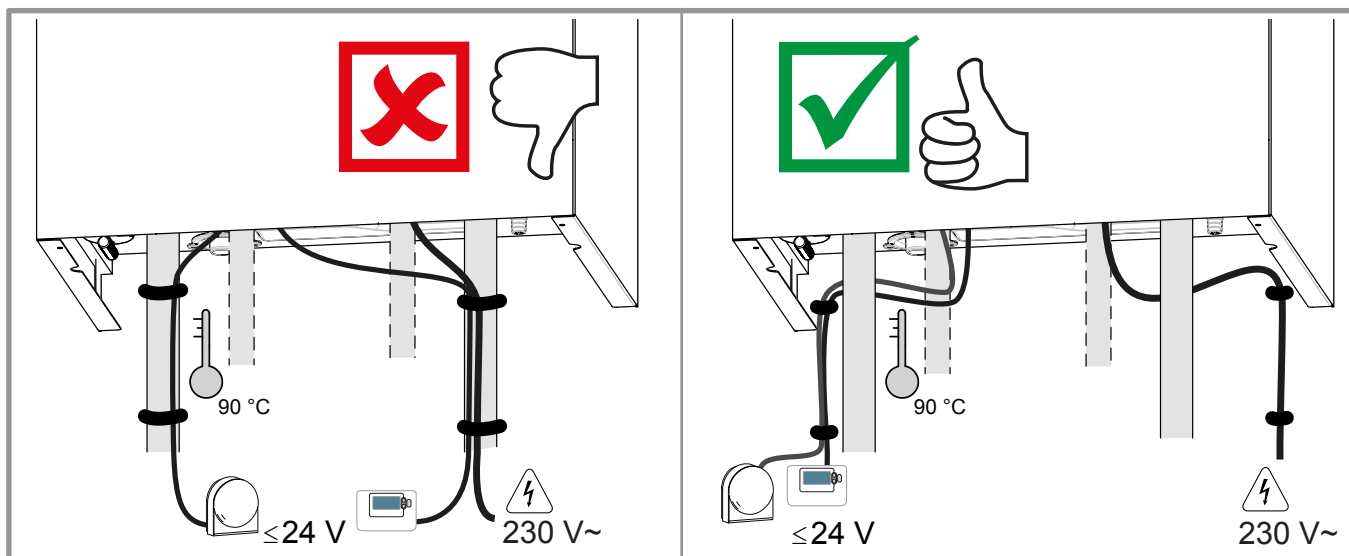
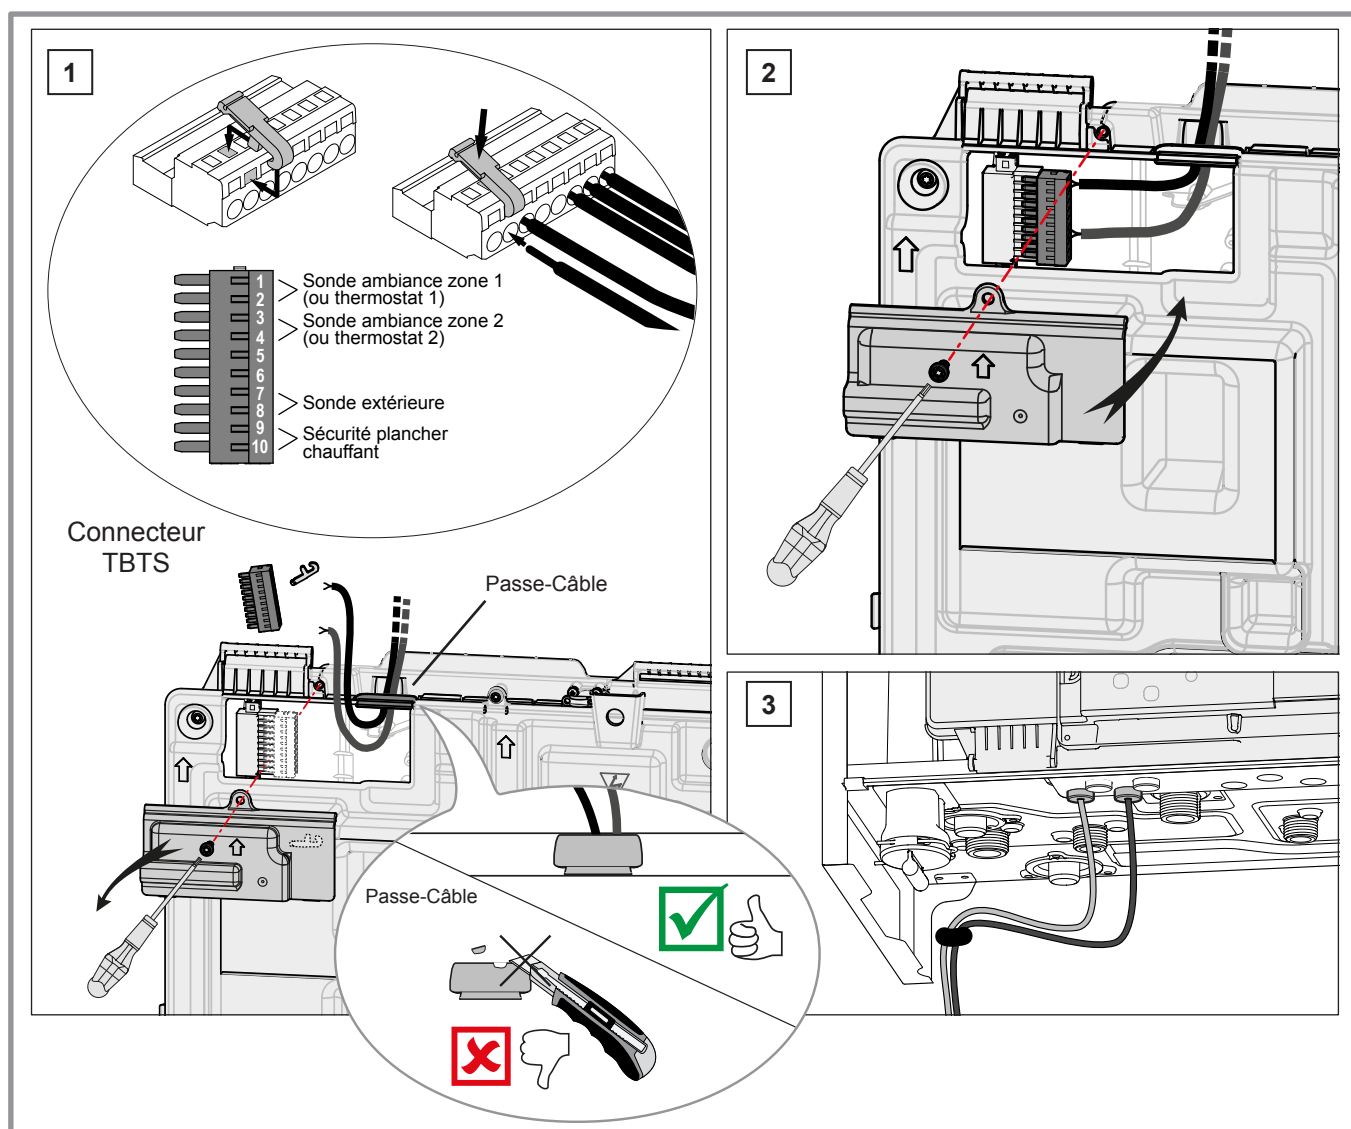

figure 18 - Chemin de câbles
figure 21 - Accès bornier TBTS
- Effectuer les raccordements suivant les schémas (figure 18 et figure 21, page 26).